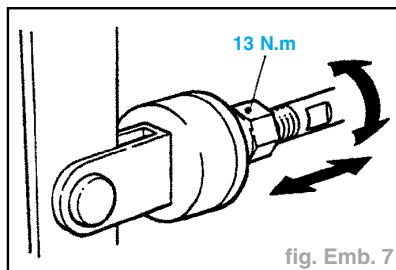

fig. Emb. 7
- tourner la tige de poussée pour régler l'axe de chape de la pédale d'embrayage à la valeur standard et bloquer ensuite la tige de poussée avec l'écrou de blocage (fig. Emb. 7).